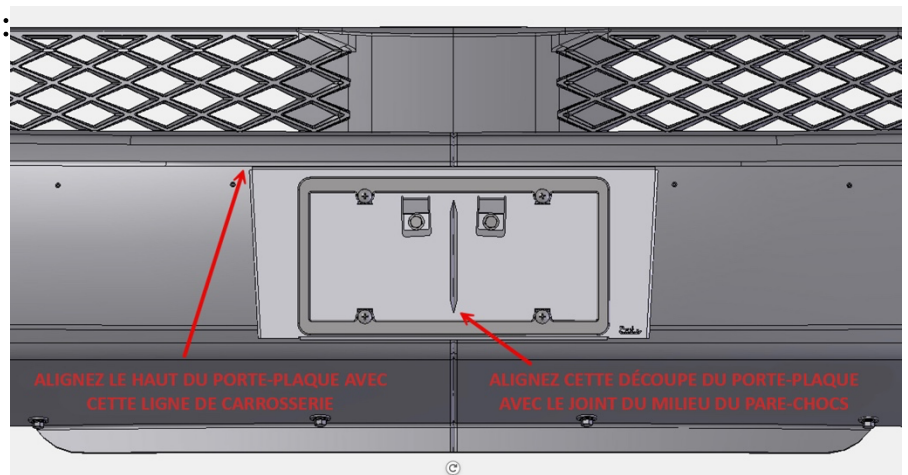

Figure 1 : Emplacement du support de plaque sur le camion
- Hold the plate holder in place on the truck as shown in **Figure 1** below.
- Maintenez le support de plaque en place sur le camion comme indiqué sur la **figure 1** ci-dessous.